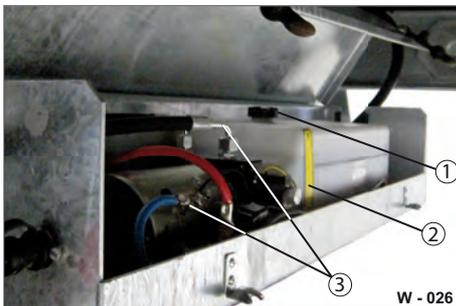

Abb. 30 Ölfüllmenge kontrollieren
- ▶ Ölstand im Hydraulik-Ölbehälter (Abb. 30/3) kontrollieren.